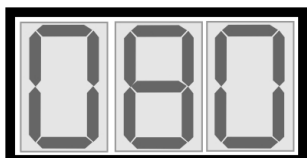

Fig.3
- Sul display viene visualizzata per alcuni istanti la sigla GR1 a conferma dell'avvenuta selezione del ciclo granita (Fig. 2); successivamente, durante la produzione, viene visualizzato il valore numerico di consistenza istantanea (Fig. 3).